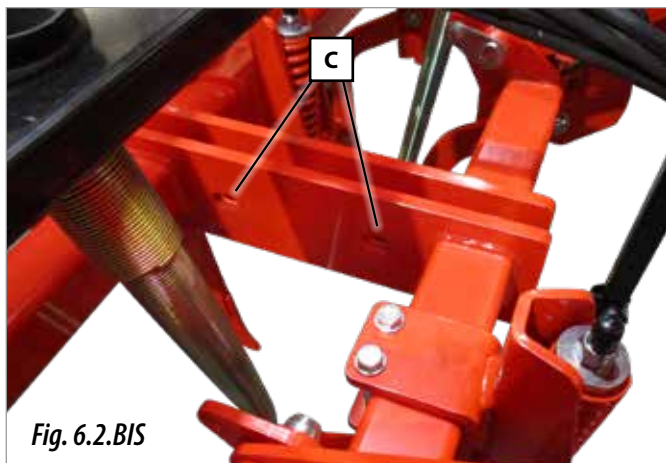

Fig. 6.2.BIS
- 2- Enlever la goupille (3, Fig. 6.2) et le boulon (4, Fig. 6.2).
- 4- Monter le boulon (4, Fig. 6.2) et la goupille (3, Fig. 6.2).
Il y a la possibilité de jumeler les deux trains de semis. Il faudra, alors, installer 4 boulons de filetage métrique 20 x 70 mm en longueur, dans la partie interne des trains aux trous spécifiques (Fig. 6.2.BIS). Les boulons d'union ne sont pas fournis avec la machine.